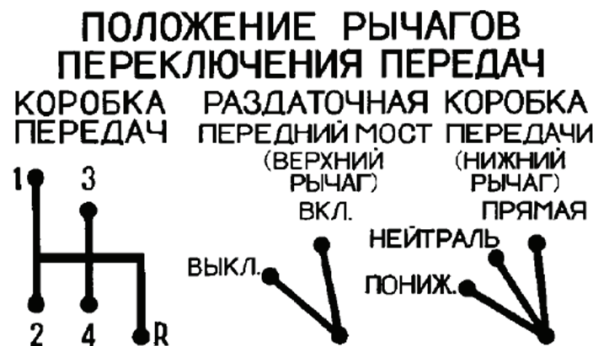

Рисунок 5.2.5 - Схема положений рычага коробки передач и рычагов раздаточной коробки
- 10 - рычаг включения переднего моста (см. рис. 5.2.5). Имеет два положения: переднее - мост включен; заднее - мост выключен;
- 11 - рычаг включения передач раздаточной коробки (см. рис. 5.2.5). Имеет три положения: переднее - включена прямая передача, среднее - нейтральное положение, заднее - включена понижающая передача;
- 12 - рычаг переключения передач в коробке передач (см. рис. 5.2.5);